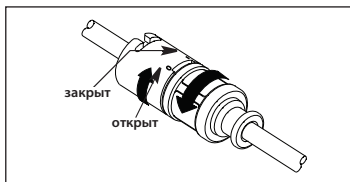

Рисунок 3
- б. Если используется фильтр-оболочка катетера с переходником TwistLock (при наличии), убедитесь в том, что двойной TwistLock фильтра-оболочки катетера полностью открыт (см. рис. 3).